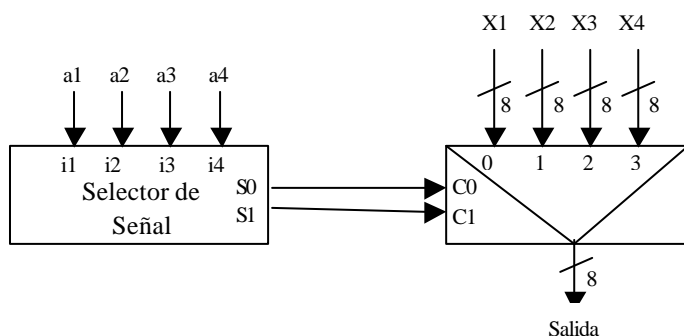

Figura 1
El S.L.C. de la figura 1 recibe 4 datos de entrada de 8 bits ( $X_1$ ,  $X_2$ ,  $X_3$  y  $X_4$ ) y 4 señales de control de 1 bit ( $a_1$ ,  $a_2$ ,  $a_3$ ,  $a_4$ ) y debe suministrar a su salida uno de los datos de entrada.
a) Diseñar la tabla de verdad del circuito Selector de Señal de la figura 1. **(Objetivo 6.1)**